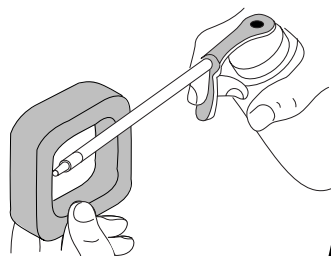

Fig. 10
5. Aplique suficiente aceite de motor limpio SAE 30 para apenas recubrir el filtro (Fig. 10).